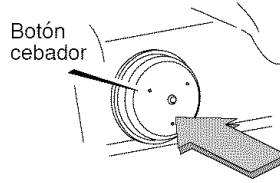

Figura 12
4. Oprima el **botón cebador** de la manera indicada a continuación. Quite el dedo del botón cebador entre cebados (vea la Figura 12).